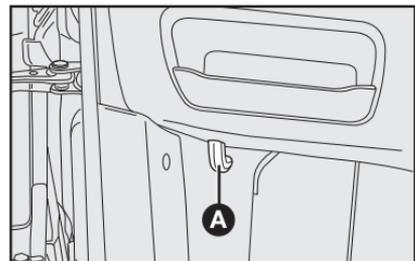

fig. 84
- 1) puxar a alavanca A-fig. 84.